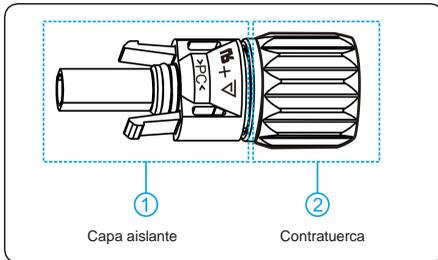
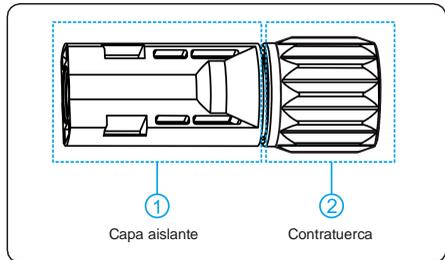

Figura 5.8 Composiciones de conectores positivos
Figura 5.9 Composiciones de conectores negativos
- c. Conectores de strings: Se utilizan conectores de alimentación de CC positivos y negativos, tal como se muestra en la figura 5.8 y en la figura 5.9.